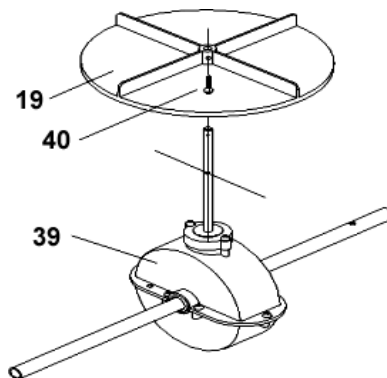

Abbildung 1
- Nehmen Sie das Flügelrad (19) und schieben es auf die senkrechte Achse der Getriebereinheit (39).
- Bringen Sie die Bohrung des Flügelrades zur Deckung mit dem Gewinde der Achse. Schieben Sie die Schraube (40) durch die Bohrung und drehen die Schraube anschließend in das Gewinde der Achse ein (siehe Abbildung 1).